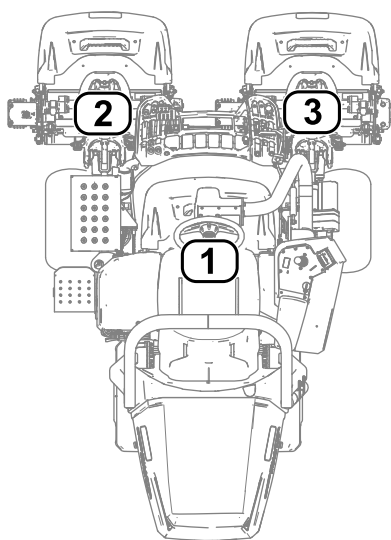

Figure 32
- **1** correspond à l'unité de coupe centrale (Figure 32)
- **2** correspond à l'unité de coupe avant gauche (Figure 32)
- **3** correspond à l'unité de coupe avant droite (Figure 32)